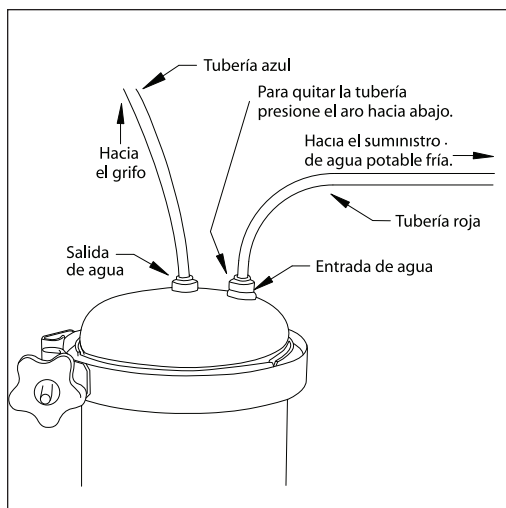

Figura 2
1. Ubique el área de la tubería de agua fría para instalar los adaptadores de 1/2 pulgada (4).
4. Enrosque la válvula de conexión (5) en la parte superior del adaptador.
5. Enrosque el otro adaptador (4) en la parte superior de la válvula de conexión.
7. Coloque la tubería roja (3) a presión en el adaptador.
8. Presione el extremo opuesto de la tubería en el conector **de entrada de agua** de la tapa de acero inoxidable (6), como se muestra en la Figura 2.
4. Coloque la tubería roja (3) a presión en la válvula de conexión.
5. Presione el extremo opuesto de la tubería en el conector de entrada de agua de la tapa de acero inoxidable (6), como se muestra en la Figura 2.
Para conectar el grifo a la unidad, presione la tubería azul desde el grifo hacia el conector de salida de agua de la tapa de acero inoxidable (6), como se muestra en la Figura 2.
Ubique la caja de control del indicador de vida útil del filtro (12) como se muestra en la Figura 1, contra la pared posterior debajo del mostrador. Asegúrela a la pared con Velcro (incluido). Conecte la tubería azul que está sujeta al grifo del PiMag Deluxe al conector de salida de la caja del indicador de vida útil del filtro. (La flecha en la caja del indicador de vida útil del filtro muestra la dirección de la corriente; ésta apunta a la salida.) Conecte un extremo de la tubería azul proporcionada en el lado de entrada de la caja del indicador del filtro. Conecte el otro extremo al conector de salida de la tapa de acero inoxidable (6) como se muestra en la Figura 2.
1. Cierre el suministro de agua fría. Desconecte la tubería de la parte superior de la tapa de acero inoxidable presionando el aro hacia abajo y sacando la tubería hacia arriba (vea la Figura 2).